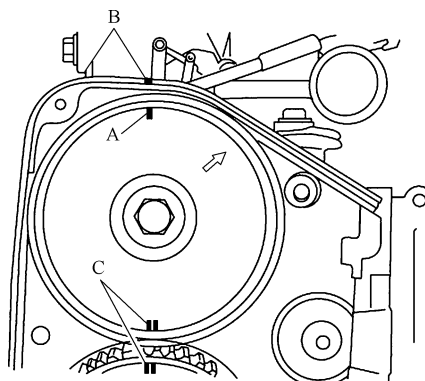

图 27-66 对齐标记
③ 如图 27-66 所示, 把进气凸轮轴链轮 (右) 上的标记 A 与正时带罩上的槽口 B 对